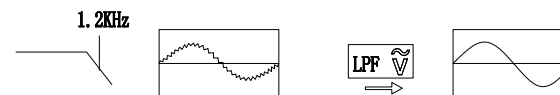

Figura 6
- 4) En la posición ACV, mantenga presionado SEL para habilitar la función LPF. La señal sinusoidal compuesta generada por el inversor o el motor de frecuencia variable se puede medir a través de la función LPF, como se muestra en la Figura 6 a continuación. Mantenga presionado SELECT nuevamente para salir de la función LPF.